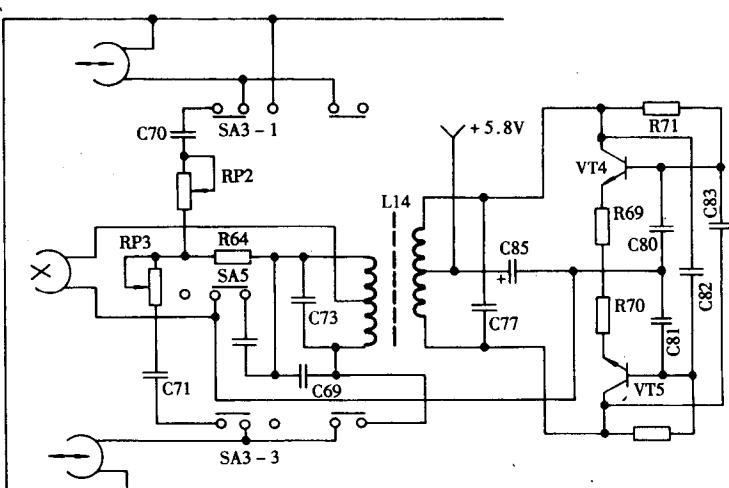

图 82
**检修思路:**本例机仅抹音不净,录音轻,显然故障发生在与录音有关的电路中。这部分相关电路见图 82 所示。
**小结:**由图 82 可看出,C73 电容与超音频振荡器的